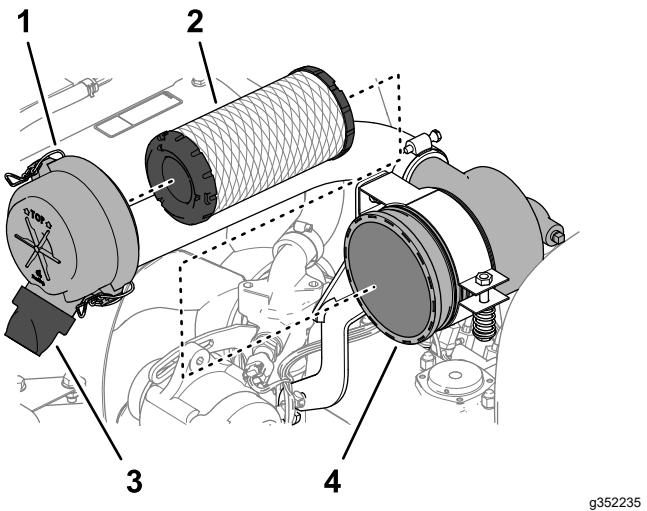

Рисунок 70
- Отпустите защелки, фиксирующие крышку воздухоочистителя на его корпусе (Рисунок 70).
- Снимите элемент фильтра (Рисунок 70).
- Снимите резиновый выпускной клапан (Рисунок 70) с отверстия выпуска загрязнений на крышке воздухоочистителя.